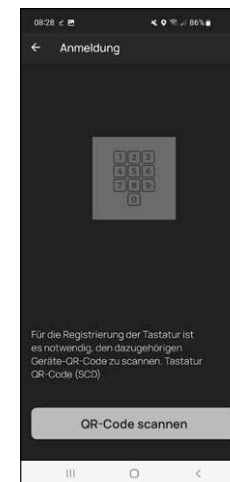

Fig. 7
- 10 Toque em "Digitalizar código QR" (Fig. 7). Você pode ser solicitado a confirmar o acesso do aplicativo à câmara.